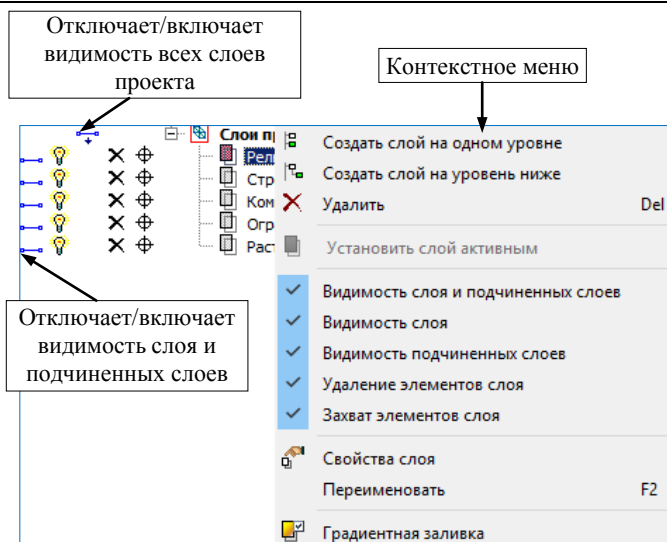

Рис. 3.14
Помимо этих команд, предусмотрены различные переключатели для управления видимостью слоев (☐ и 💡), условиями удаления (X) и захвата (⊕) элементов каждого слоя (рис. 3.14).
Эти настройки доступны также в контекстном меню каждого слоя (рис. 3.14), которое вызывается после наведения курсора на слой и нажатия на правую клавишу мыши.
Эти настройки доступны также в контекстном меню каждого слоя (рис. 3.14), которое вызывается после наведения курсора на слой и